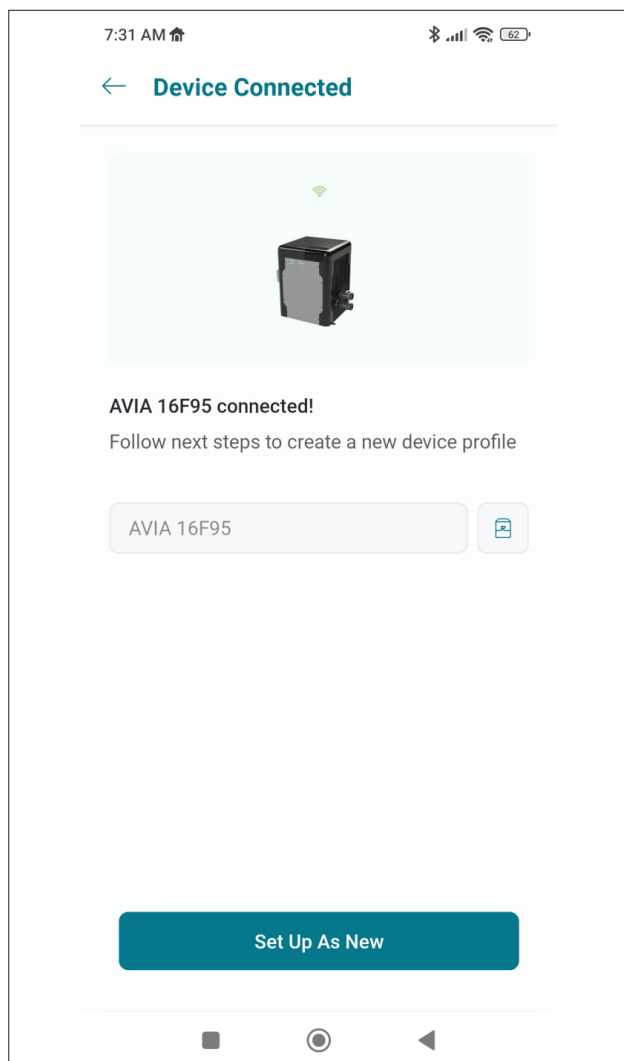

Figure 96. Nommer l'appareil
1. Votre appareil est maintenant connecté au Wi-Fi. Vous pouvez modifier le nom de l'appareil ici, voir **Figure 96**.